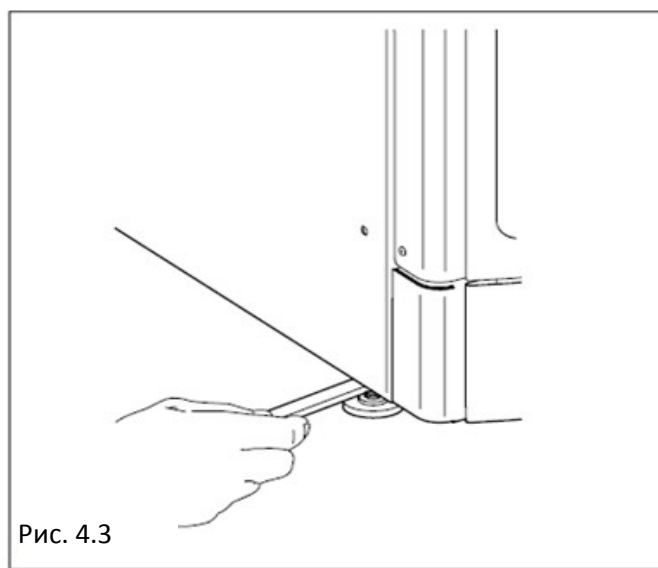

Рис. 4.3
- Расположив автомат, отрегулируйте выравнивание с помощью регулируемых ножек, уже установленных на автоматах (Рис.4.3) Убедитесь, что автомат не наклонен более чем на 2 градуса.